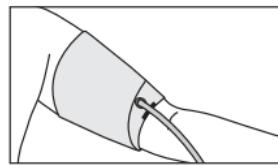

Рис. 9
6. Если рука имеет выраженную конусность, то рекомендуется надевать манжету по спирали (рис. 9).